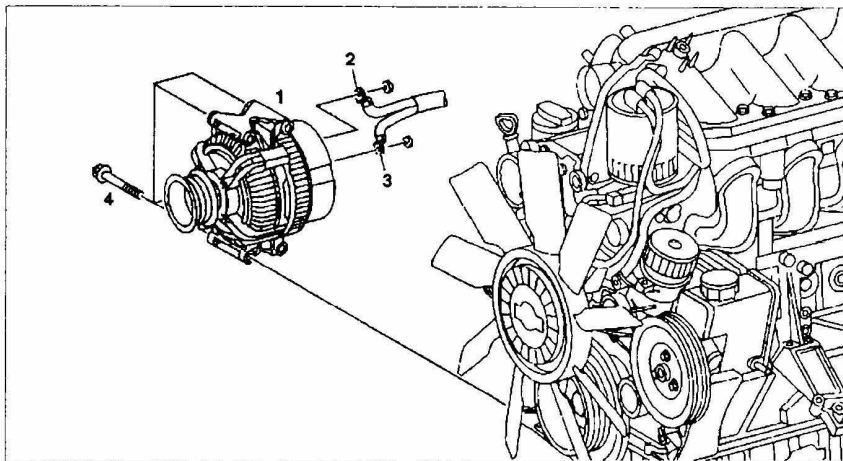

Рис. 46. Снятие и установка генератора:
3. Отсоедините провода 2 и 3 от генератора 1 (рис. 46).